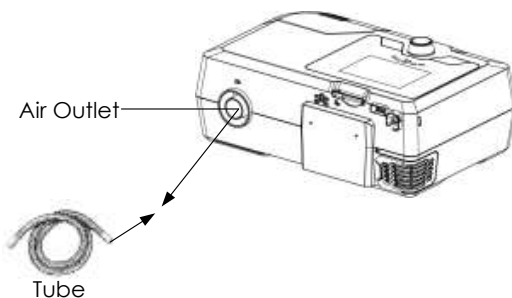

Fig. 12-4
- (1) 12-4. Conecte un extremo del tubo a la salida de aire del dispositivo, como se muestra en Fig. 12-4.